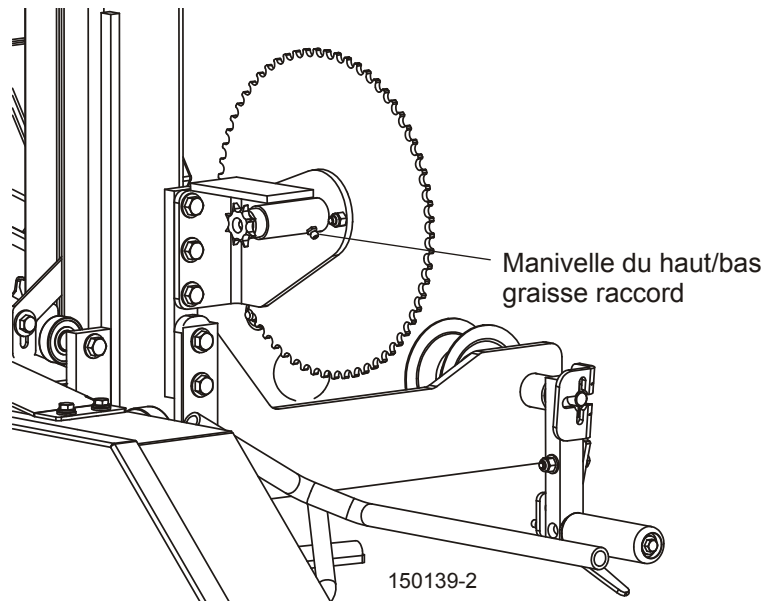

FIG. 6-7
**Voir Figure 6-7.** Lubrifiez les roulements de la poignée de manivelle du haut/bas toutes les 200 heures de fonctionnement avec la graisse de lithium NLGI No. 2 grade. Graissez